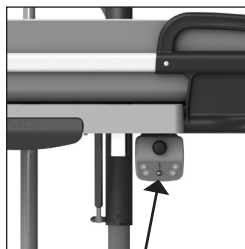

Abbildung 14 Notabsenkungstaste.
Wenn die Handbedienung ausfällt und die Liege angehoben ist, kann die Liege mit der Notabsenkungstaste abgesenkt werden. This button is located on the controlbox (Siehe Abbildung 14).
- Drücken Sie die Taste für die Notabsenkung (Siehe Abbildung 14).